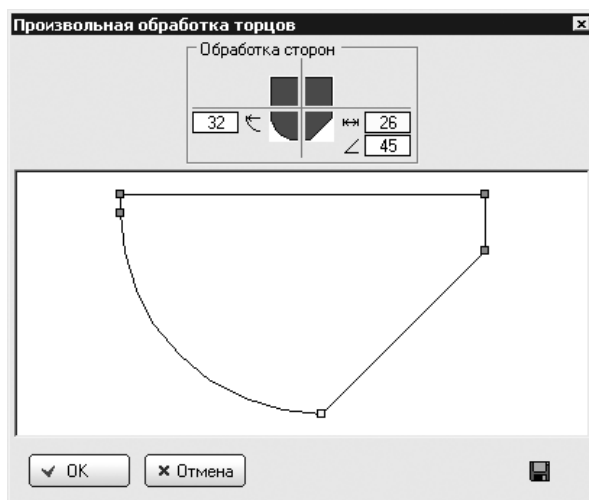

Рис. 8.14
3. Щелкнуть кнопкой мыши на фиолетовых квадратиках и переместить их, задавая произвольную форму столешницы. Таким образом можно добиться большего разнообразия форм (рис. 8.14).